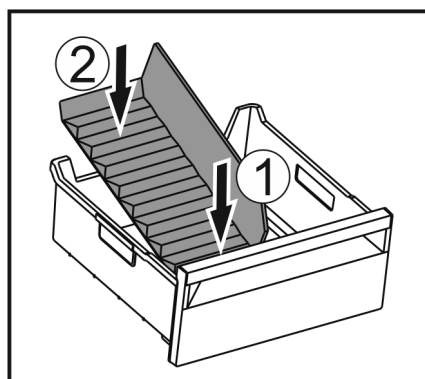

Fig. 148
- Introduceți partea frontală a separatorului pentru compartimentul de gheață. Fig. 148 (1)
- Coborâți partea posterioară a separatorului pentru compartimentul de gheață până la baza sertarului. Fig. 148 (2)